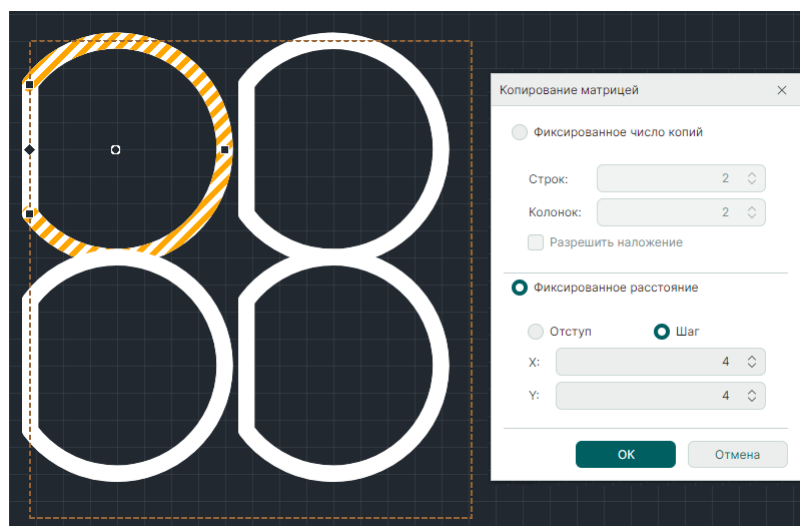

Рис. 380 Фиксированное расстояние. Размещение
- «Фиксированное расстояние», см. Рис. 380.